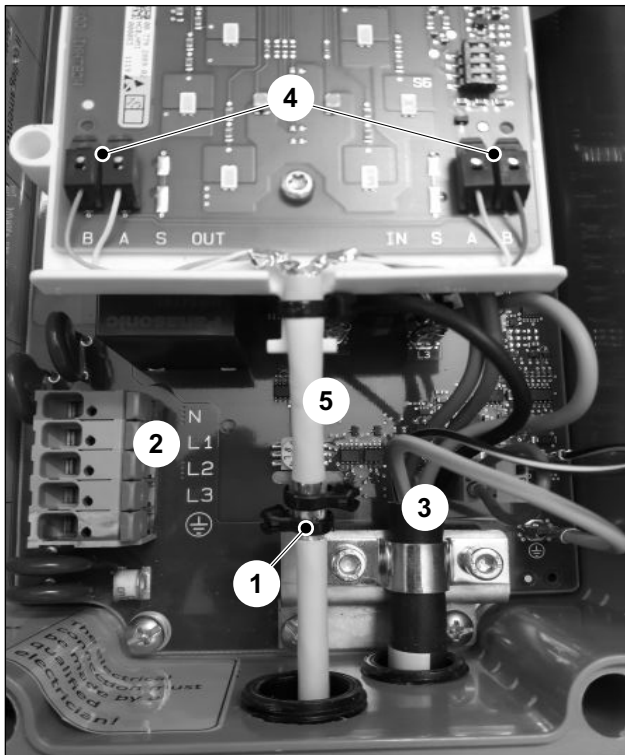

Fig. 7 Entradas de cable en el cableado central
Los conductores de la alimentación de tensión (fig. 7/2) y del cable de carga (fig. 7/3) deben tenderse con la máxima distancia posible respecto a los cables de bus.
3. Fijar la pantalla liberada al soporte (fig. 7/1) con ayuda de uno o dos sujetacables.
4. Pelar aprox. 8 mm en los extremos de cuatro conductores individuales y conectarlos a los bornes correspondientes (fig. 7/4).
El cable de bus debe estar recubierto entre el soporte de pantalla y la platina de conexión (fig. 7/5).